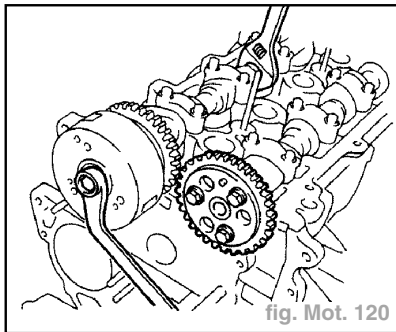

fig. Mot. 120
- Maintenir la portion hexagonale de l'arbre à cames à l'aide d'une clé et déposer l'ensemble de commande de distribution de soupapes (fig. Mot. 120).